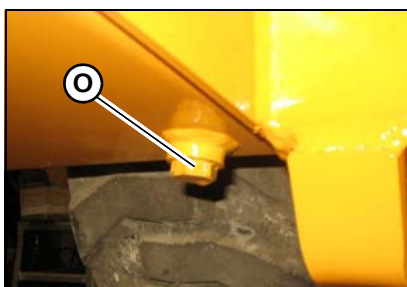

Figura 110 – Tapón de drenaje del depósito de aceite hidráulico
6. Retire el tapón de drenaje del depósito hidráulico (O, Figura 110) y permita que el aceite drene completamente.
10. Vuelva a instalar el tapón de drenaje y apriételo (O, Figura 110).